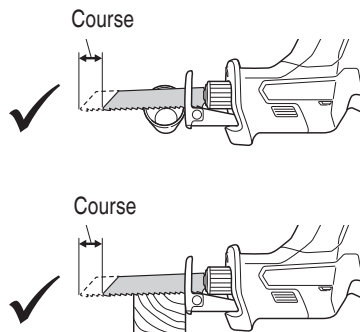

Fig. 17
- Sélectionner une lame de la longueur appropriée. Idéalement, la longueur dépassant du socle de la lame de scie après soustraction de la quantité de course devrait être plus grande que le matériau (Fig. 17).